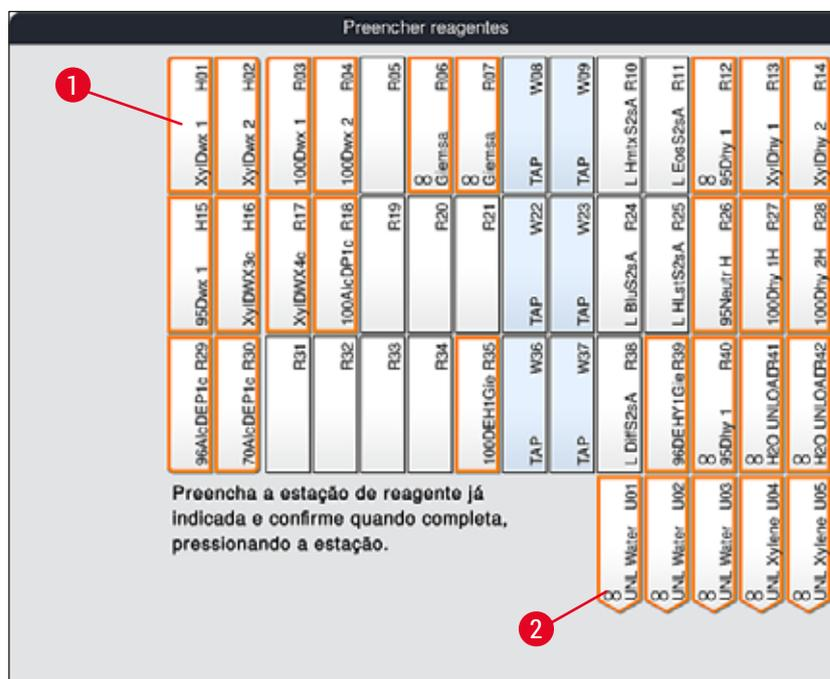

Fig. 56
2. Na nova janela **Preencher reagentes** (→ "Fig. 56"), a estação a serem abastecidas são identificadas em laranja (→ "Fig. 56-1").
Somente os reagentes definidos pelo usuário e adicionados do programas de coloração Leica são exibidos com uma identificação em laranja (→ "Fig. 56"). Os reagentes do kit de reagente Leica são subsequentemente lidos (→ P. 82 – Abastecimento dos reagentes do kit de reagente Leica).